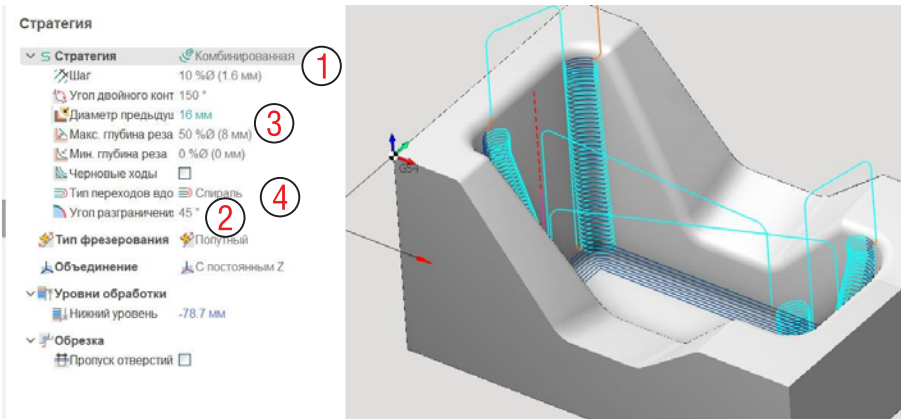

Рис. 7-3. Параметры стратегии операции Подчистка углов.
Стратегия по умолчанию задана **Комбинированная** (1 на рис. 7-3). Это означает, что пологие углы обрабатываются вдоль, а наклонные – поперек. Нас устроит (но есть и опции **Вдоль** и **Поперек** для всех углов). Параметр **Угол разграничения** (2) как раз и делит углы на пологие и наклонные.